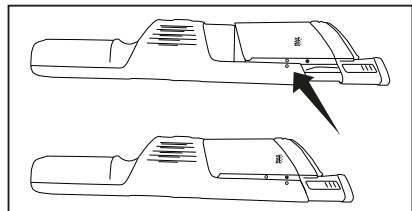

Fig. 6
4. Richten Sie die Filterkassete zum Staubtank aus und setzen Sie sie wieder ein (Fig. 6).
5. Richten Sie den Staubtank an den Markierungen an der Seite des Gerätes aus (Fig. 6) und setzen Sie ihn wieder mit dem Sauger zusammen.